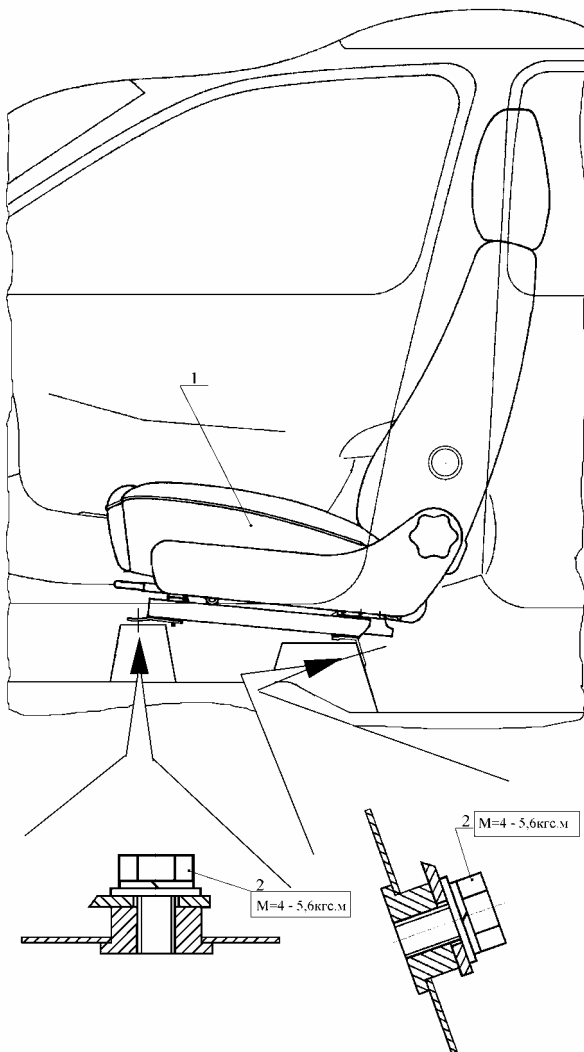

Рис. 40. Установка сиденья водителя:
5.7. Установить переднее сиденье и сиденье водителя в последовательности обратной снятию, затянув восемь болтов 2 (рис. 40) с моментом от 40 до 56 Н.м (4,0-5,6 кгс.м)